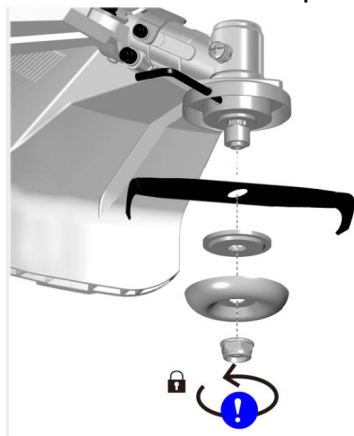

Fig.4.2
2) Placez la bride supérieure sur l'axe cannelé. (Fig.4.2)